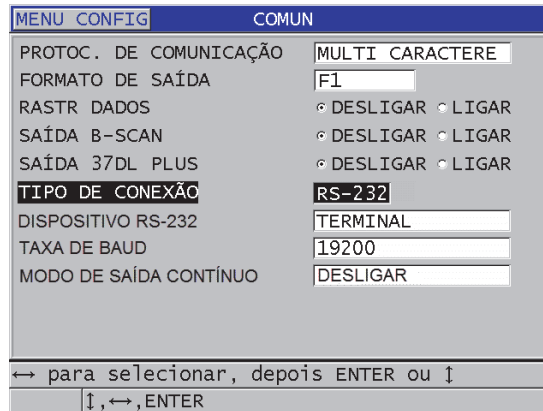

Figura 14-2 Visualizar parâmetros de comunicação
7. Na tela **COMUN** (veja Figura 14-2 na página 265):